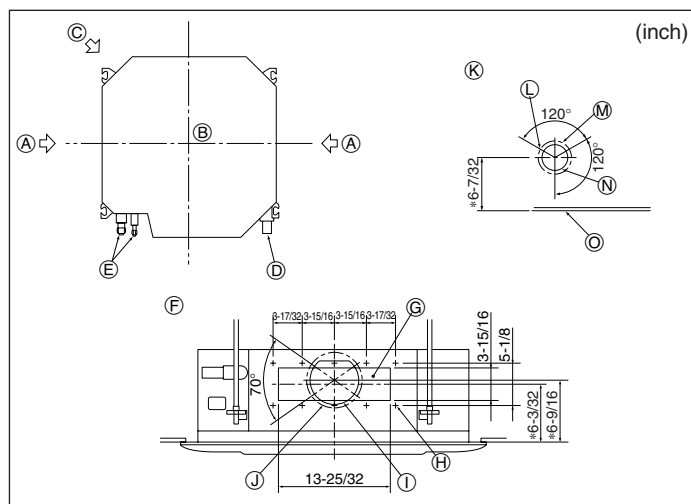

Fig. 3-4
3.4. Orificio para conducciones y orificio para toma de aire fresco (Fig. 3-4)